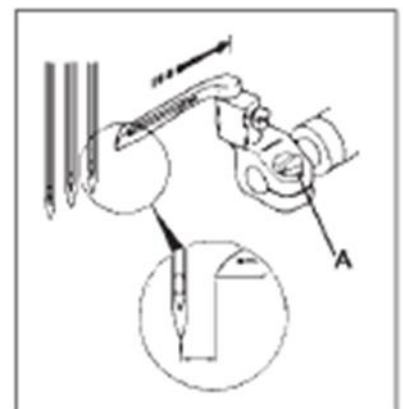
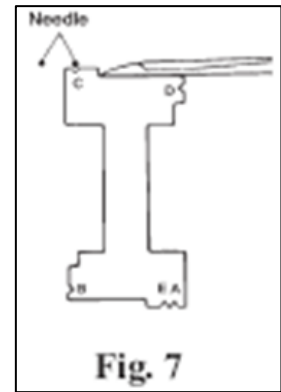

Fig. 6
Fig. 7
B. Para conseguir la dimensión 0.05 (fig. 6) que representa la distancia entre el fin del engarzador y la estría de la aguja durante su golpe de derecha a izquierda, afloje el tornillo G (Fig. 7) y ajuste rotando el eje H.
C. Al bajar, las agujas deben entraren el contacto con la parte de atrás de la hoja y la curva del engarzador. Para hacer esto, es necesario alinear la línea índice en la corona de la leva con la muesca M en la juntura N. Importante - en caso que los tornillos E y F se aflojen (Fig.7), la línea de referencia en la corona de C tiene que coincidir con la línea M en la cara de la biela de conexión.
4.8mm (48)	3.6 (C)
5.6mm (56)	3.2 (D)
Para ajustar la distancia del Engarzador en la posición de la extrema derecha afloje el Tornillo (A) del portador del Engarzador. (Fig. 6)
Coloque la aguja de la derecha en la ranura en "V" correspondiente a las marcas (A-E) sobre el Calibrador después coloque la punta del Engarzador contra el calibrador y apriete el tornillo (A)(Fig. 7)